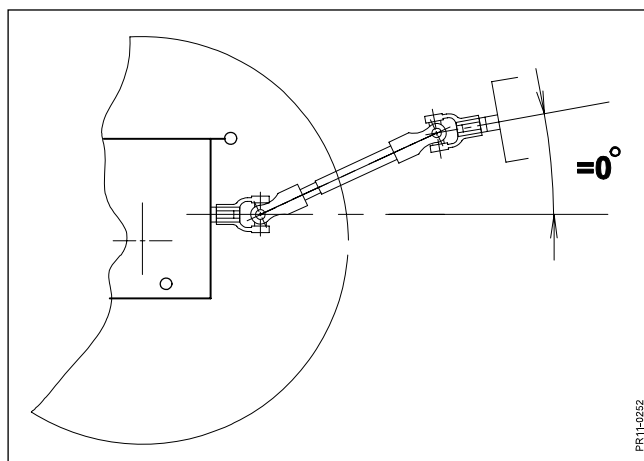

Fig. 2-4
- Fig. 2-4** e) La TDP del tractor y la toma de fuerza (PIC) de la máquina han de estar paralelas entre sí, es decir el ángulo entre ellas debe ser lo más cercano posible a 0° .